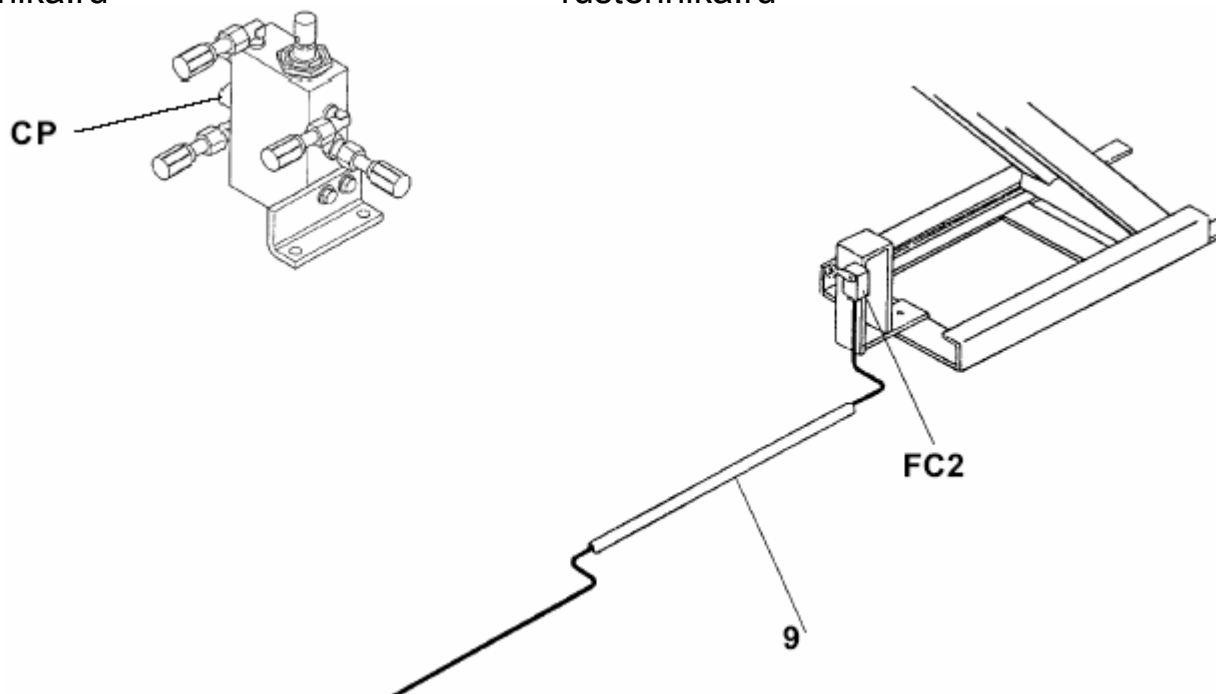

Рис. 25
Подсоедините провода в пульте управления к реле давления (CP) (см. рис. 25). Разместите микровыключатель FC2 под платформой P1, уложите кабель в специальный канал (1 Рис. 25) и подсоедините его к контактной панели в пульте управления (см. Рис. 23). Закрепите канал для кабеля к полу, используя специальные штифты, поставляемые в комплекте.